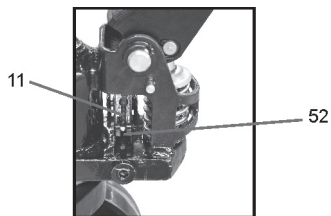

Fig. 5 – Encaixe da corrente
- c. Encaixe a ponta (pino roscado e porca “11”) da corrente “10” na ranhura da haste de ajuste “52”, conforme fig. 5.